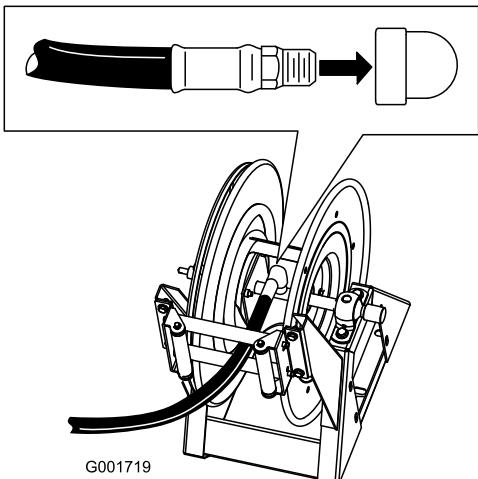

Figura 19
1. Envuelva con cinta teflón las roscas del acoplamiento de la manguera larga e instale el acoplamiento en el tubo conector del carrete (Figura 19).